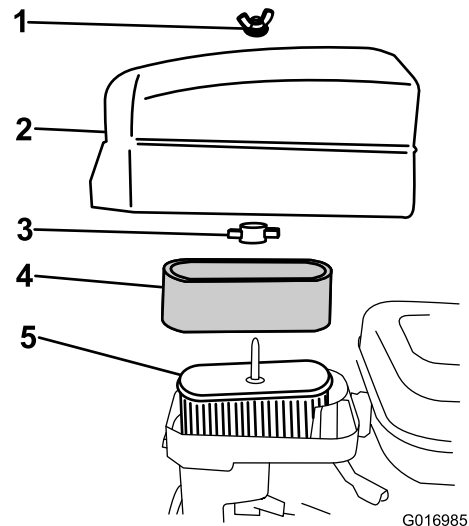

Figure 25
4. Si l'élément en mousse est encrassé, sortez-le de l'élément en papier (Figure 25) et nettoyez-le soigneusement comme suit :